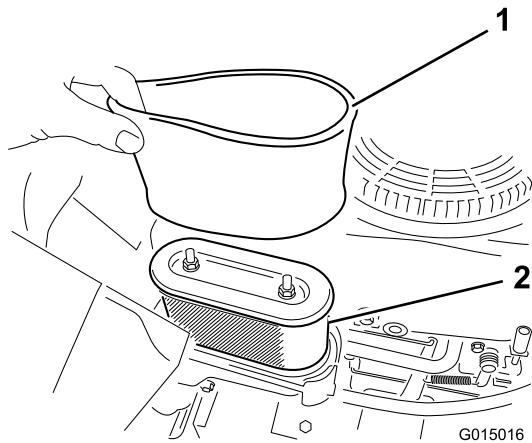

Figure 29
5. Retirez délicatement les éléments en mousse et en papier du boîtier du filtre à air (Figure 29).
1. Montez l'élément en mousse sur l'élément en papier (Figure 29).